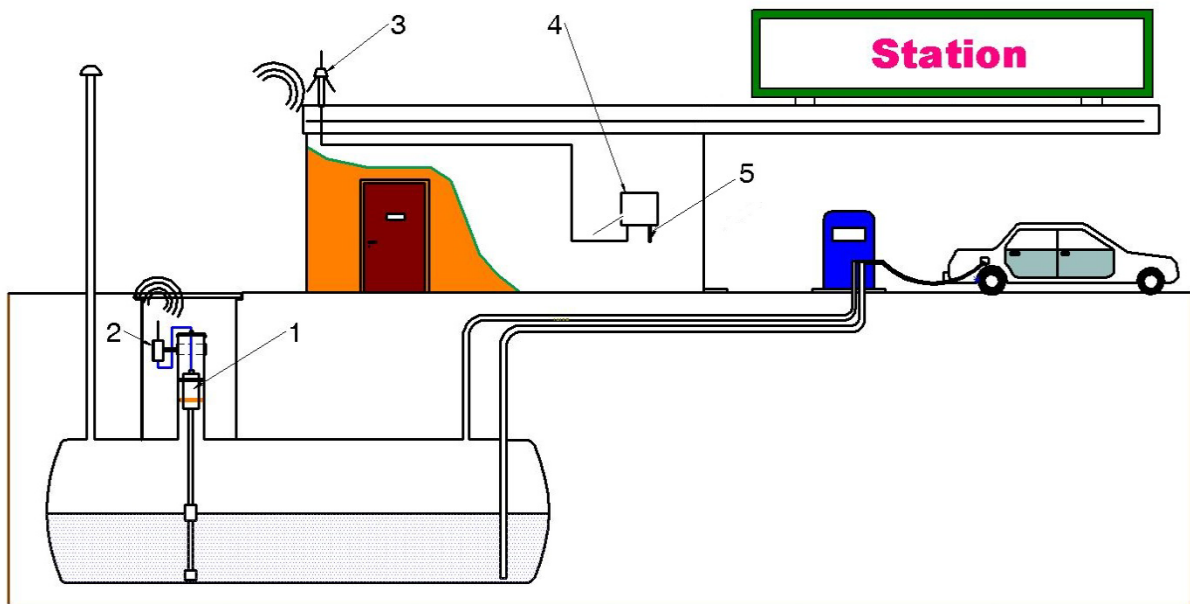

Abbildung 2: Typische Anordnung einer Tankstelle
Eine typische Tankstellenanordnung ist in der nachstehenden Abbildung 2 dargestellt. Der Messwertgeber VISY-Stick (1) ist im Tank montiert. Der Messwertgeber ist mit dem Sendemodul VISY-RFT-L (2) verbunden und wird über eine eigensichere Batterie im Inneren des VISY-RFT-L Sendemoduls versorgt. Das Sendemodul erzeugt Funksignale, die durch die Halbkreise dargestellt werden. Diese Funksignale werden über eine Antenne (3) empfangen und an das VISY-Command RF (4) über ein 50 Ohm Koaxialkabel weitergeleitet. Die ausgewerteten Daten können zur Anzeige an weitere Peripheriegeräte (VISY-View, POS, BOS, ...) weitergeleitet werden.